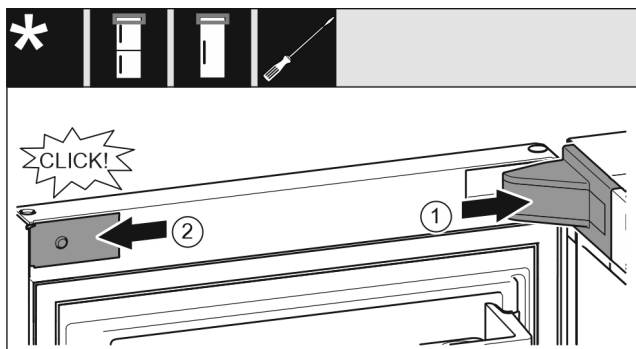

Fig. 24
- ▶ Założyć osłonę płytki zawiasu Fig. 24 (1) i zazębnić, ew. ostrożnie odsunąć.
- ▶ Założyć zaślepkę Fig. 24 (2) z boku i zazębnić.